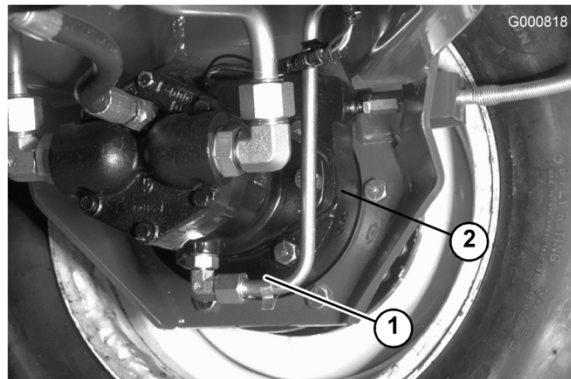

Figura 53
2. Retire el tapón del planetario (Figura 52) y el tapón de verificación de la parte trasera del freno (Figura 53)